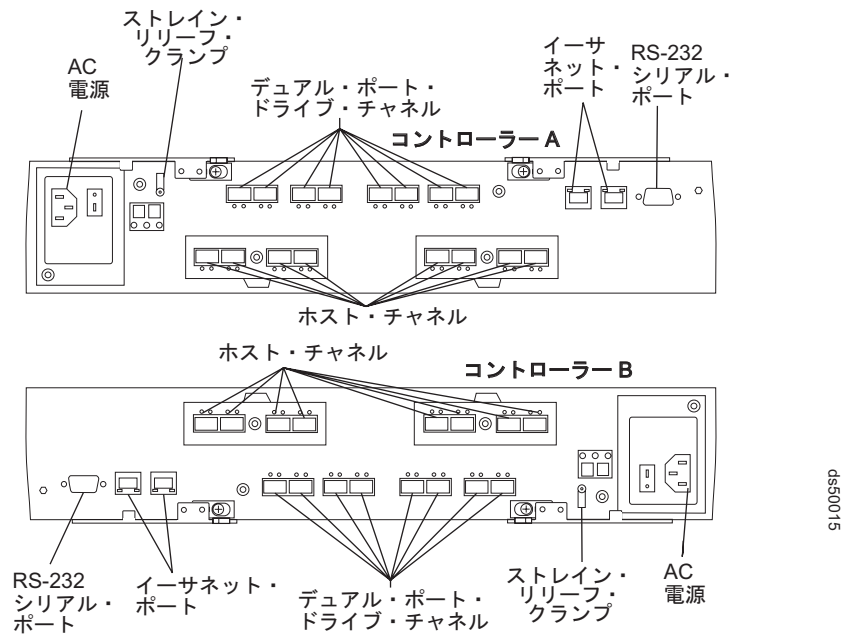

図 107. 各コントローラーの背面にあるコネクタ
8. SFP モジュールを含め、アップグレードまたは交換しようとしているコントローラーから、接続されているインターフェース・ケーブルをすべて取り外します。各ケーブルを新しい、またはアップグレードするコントローラーに正しく再接続できるように、必ず、ラベルを貼り付けてください。図 107 に、コントローラーの背面にあるコネクタの位置を示します。